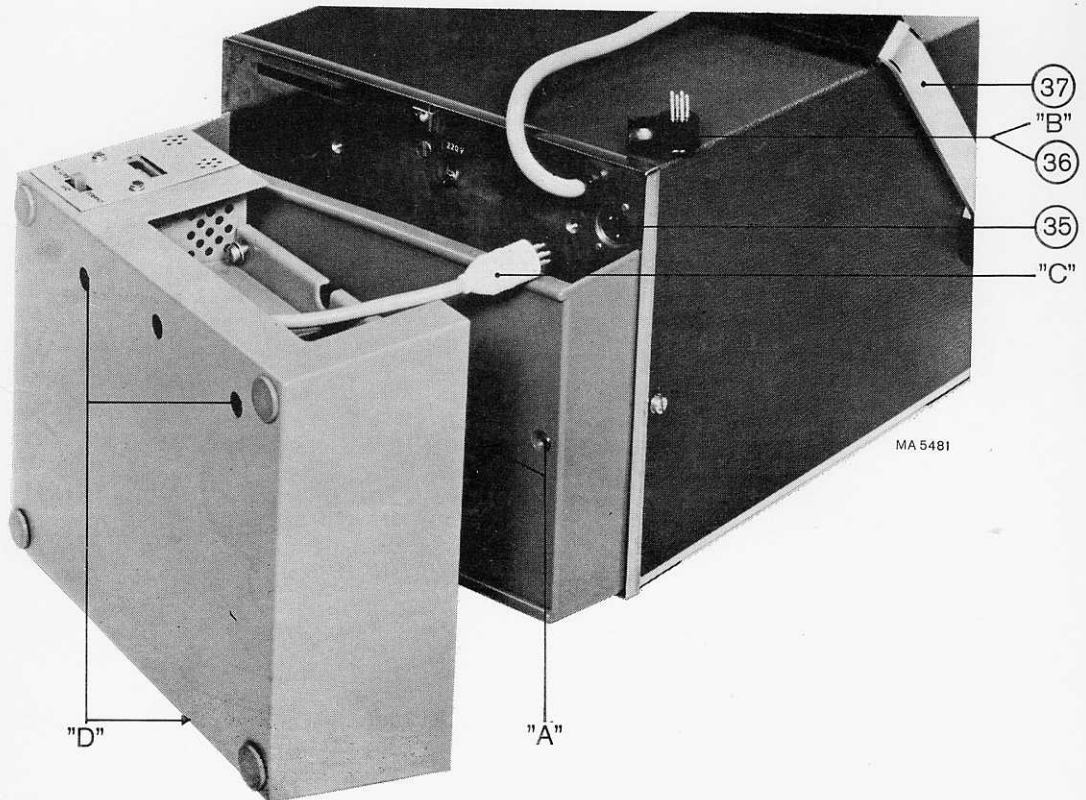

Fig. 13. Installatie batterijbak + achteraanzicht met verwijzing voor onderdelen
2. Installatie (zie fig. 13)
- Verwijder doorverbindingsstekker BU6 (dit is post 36 uit fig. 13) en steek stekker BU8 van de adapter in bus BU5 (dit is post 35 uit fig. 13).